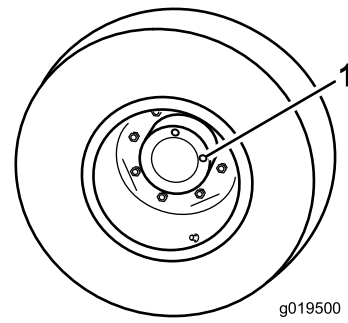

Figure 104
1. Amenez la machine sur une surface plane et horizontale, tournez la roue de sorte à placer un bouchon de contrôle à la position 12 heures et l'autre à la position 3 heures (Figure 104).
1. Bouchon de contrôle/vidange (2)
2. Retirez le bouchon qui est à la position 3 heures (Figure 104).